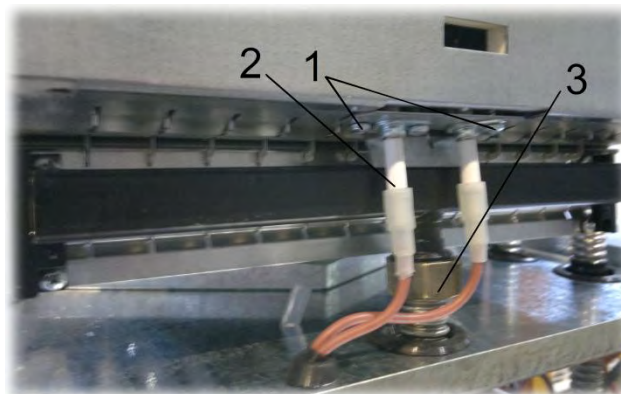

Рис. 15. Демонтаж блока горелочного
- 8) отвернуть два самореза 1 (см. Рис. 15) крепления кронштейна со свечами и снять кронштейн;